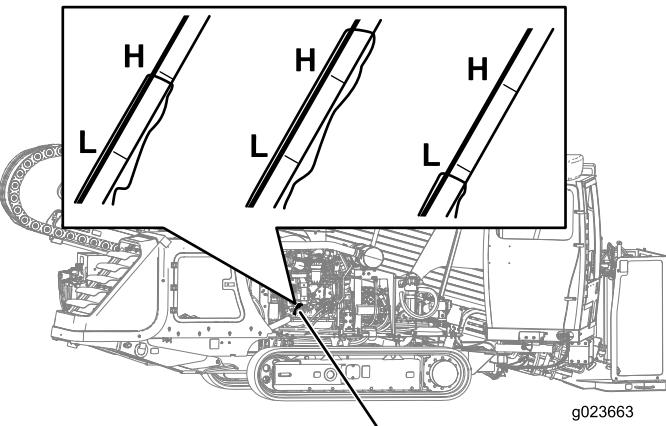

Bild 88
3. Nehmen Sie den Peilstab (**Bild 88**) heraus und wischen Sie ihn sauber.